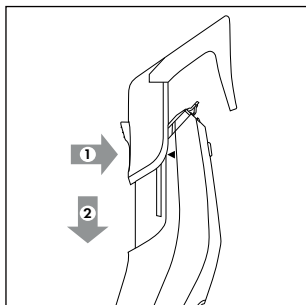

Fig. 2
- ◆ Pour insérer un sabot **10/11** poussez-le en dessous de la tête de coupe **1** sur l'appareil. Veillez pour cela aux rails de guidage **3** à gauche et à droite. Poussez ensuite le sabot **10/11** le long des rails de guidage **3** vers le bas (voir fig. 2). Pour cela, maintenez appuyé le bouton à l'arrière du sabot **10/11**.